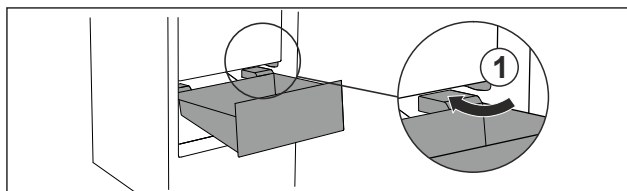

Fig. 92
- ▶ Zásuvku vedte šikmo podél zarážek Fig. 92 (1).